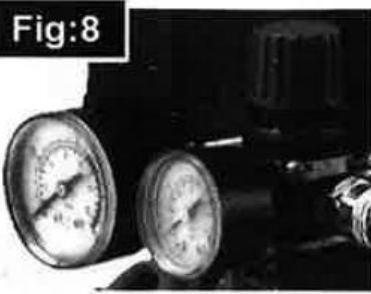
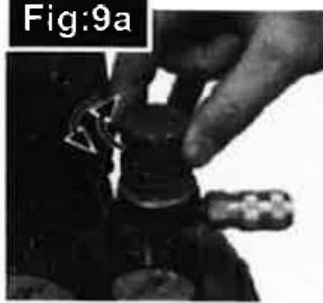

Fig:9a
Fig:9b
- Todos los compresores están equipados con un manorreductor. Se puede regular la presión de aire accionando el botón con la toma abierta (tirándolo y girándolo en sentido horario para aumentar la presión y en sentido antihorario para reducirla (Fig. 9a)), de manera a optimizar el uso de las herramientas neumáticas. Tras haber ajustado el valor necesario, empuje el botón para asegurar (Fig. 9b). En algunas versiones, se debe apretar la tuerca con anilla situada debajo para sujetar el botón (Figuras 9c-9d)